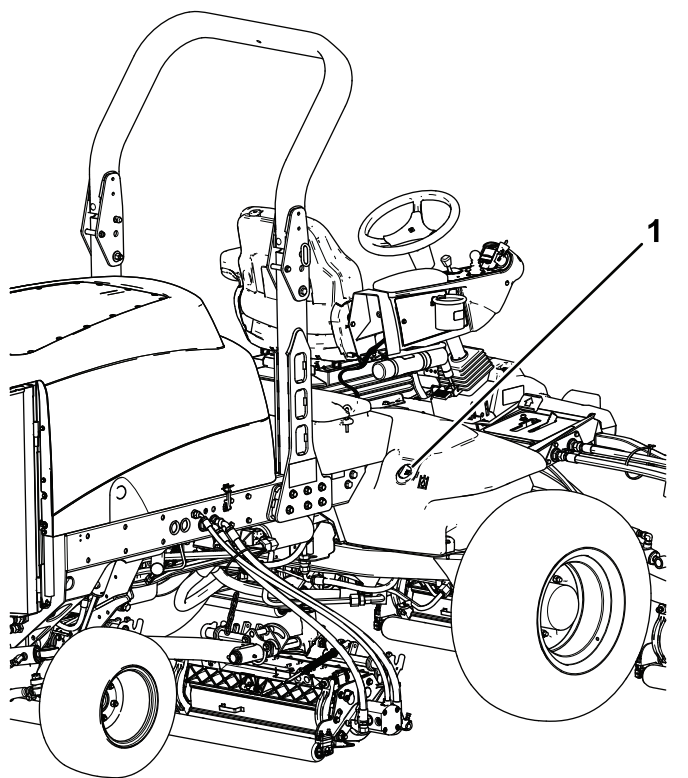

Figura 80
2. Limpe a zona em redor do tubo de enchimento e da tampa do depósito hidráulico (Figura 80).